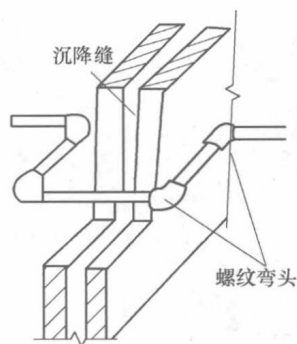

图 1-3 螺纹弯头连接方法
② 连接螺纹弯头。在建筑物沉降过程中, 两边的沉降差可用螺纹弯头的旋转来补偿。此法适用于管径较小的冷热水管道, 如图 1-3 所示。